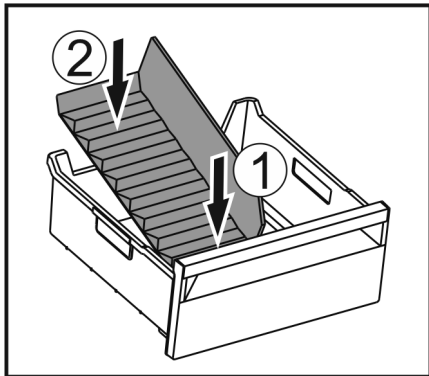

Fig. 165
- ▶ Поставете предната част на разделителя на отделението за лед. Fig. 165 (1)
- ▶ Спуснете задната част на разделителя на отделението за лед до дъното на чекмеджето. Fig. 165 (2)